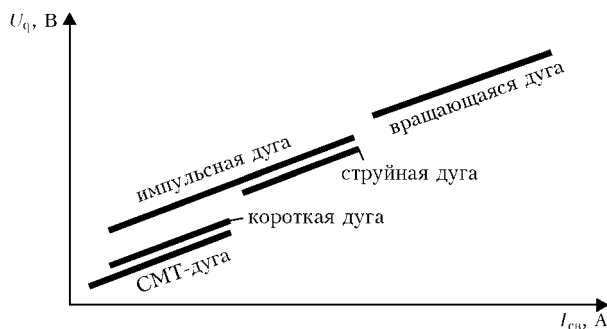

Рис. 1. Эффективная область применения процесса СМТ по сравнению с другими
**Преимущества по сравнению с традиционными технологиями (рис. 1):**